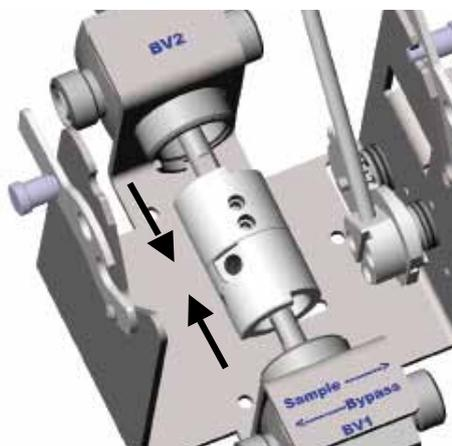

Abb. 3
6. Die Kupplungen zur Mitte schieben. Abb. 3.